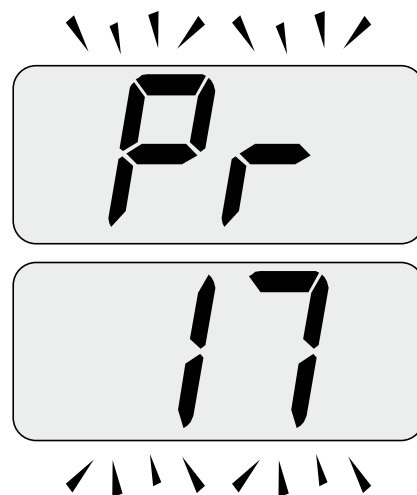

Figura 5.33
- Scorrere i vari parametri utilizzando i tasti 17 o 18 fino a far apparire sul display LCD le lettere **Pr** che si alternano con il codice **17**, indicando l'entrata nel "parametro 17"(Figura 5.33).